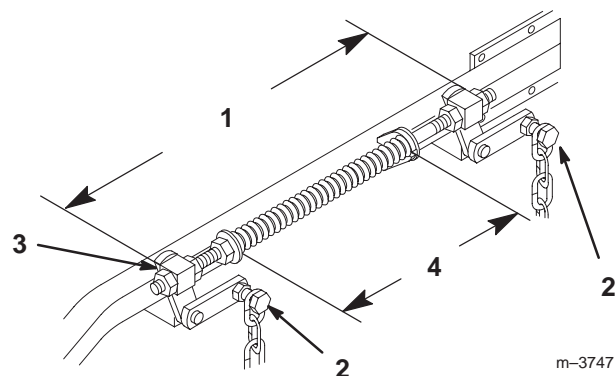

Figure 60
6. Desserrez les 4 boulons de chaîne supérieurs dans les fentes. Vérifiez la longueur des ensembles tige/pivot. Il doit exister un écart de 496 mm (19-17/32") entre l'extérieur du pivot arrière et l'extérieur du pivot avant (Fig. 60). Vérifiez que les quatre pivots bougent librement dans les trous.
2. Les ressorts sont comprimés pour obtenir un écart de 279 mm (11") entre les deux grandes rondelles (Fig. 60).
3. Tournez l'écrou devant chaque ressort pour obtenir le réglage voulu (Fig. 60). Tournez l'écrou dans le sens horaire pour raccourcir le ressort et dans le sens anti-horaire pour l'allonger.